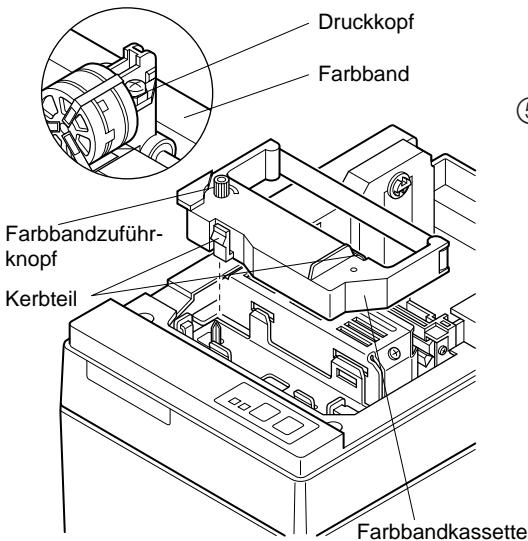

Abb. 4-2 Einlegen der Farbbandkassette
- ① Den Netzschatz am Drucker in Aus-Stellung stellen.
- ② Zum Abnehmen der Frontabdeckung diese ca. 3 cm anheben, und nach vorne ziehen.
- ③ Die Farbbandkassette in der Richtung einsetzen wie in der Abbildung 4-2 gezeigt und eindrücken, bis sie hörbar einrastet. Wenn die Farbbandkassette nicht richtig sitzt, eingedrückt halten und gleichzeitig den Farbbandknopf in Pfeilrichtung drehen.
- ④ Um Schlaufen im Farbband aufzuwickeln, den Farbbandzuführknopf der Farbbandkassette in Pfeilrichtung drehen.
- ⑤ Zum Anbringen der Frontabdeckung die Ausbauschritte wie in ② oben beschrieben in umgekehrter Reihenfolge ausführen.